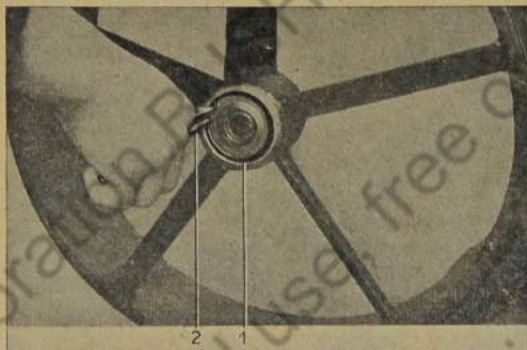

Bild 228: Sg-Ring aus der Lüfterhaube heraus nehmen
2. Sg-Ring aus der Lüfterhaube heraus nehmen (Bild 228).